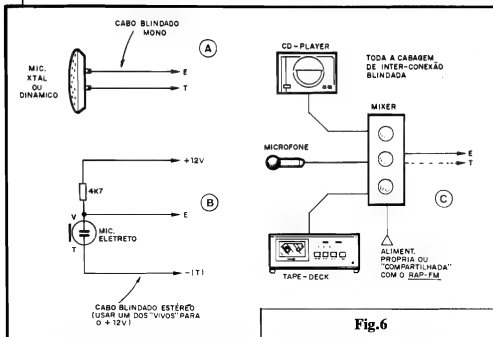

Fig. 6
- FIG. 6 - FONTES DE SINAL DE
- Aplicar, à Entrada de Áudio da RAP-FM um sinal qualquer, proveniente - por exemplo - de um dos arranjos mostrados na fig. 6... O ideal mesmo, para os testes e ajustes iniciais, é um mero e simples microfone de cristal (como em 6-A).